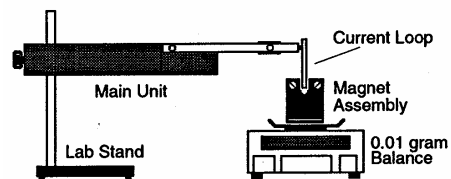

图 1
- (1) 将实验仪器按图 1 按装，并选定一线路板。
- (2) 测定线路板无电流通过时，此磁铁组合的质量 $m_0$ ，并记录。
- (3) 调节电流至 0.5A，记录下新的质量 $m_1$ ，二者相减 $m_1 - m_0$ 。即为电流强度为 0.5A 时的磁场力。
- (4) 每次增加电流 0.5A 直至 5.0A。并重复 (2) - (3) 步骤。
- (1) 仪器仍按图 1 安装，使用电路最短的一块板。
- (2) 在盒中只放一块磁铁，不通电流，称出磁铁盒的质量，并记下数据  $m_0$ 。
- (3) 调节电流至 2.0A，测定新的质量  $m'$ ，二者相减即为磁场力  $F$ 。  $F = m' - m_0$ 。
- (4) 每次增加一块磁铁（使每块磁铁的北极都在同一边），并重复 (2) - (3) 步骤，直至六块磁铁全装上。